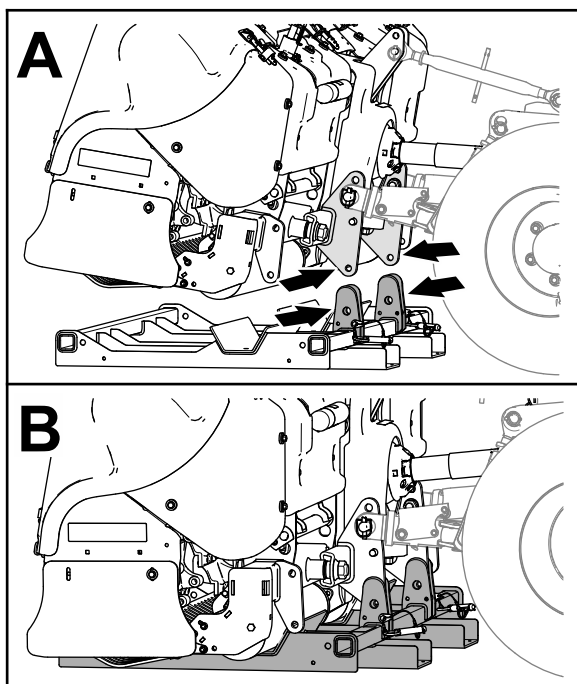

Figura 45
1. Alinee las placas de apoyo del soporte de almacenamiento con la brida del bastidor de enganche de la máquina (Figura 45).
2. Baje la máquina sobre el soporte de almacenamiento hasta que los orificios del soporte estén alineados con los de la brida del enganche (**Figura 45**).